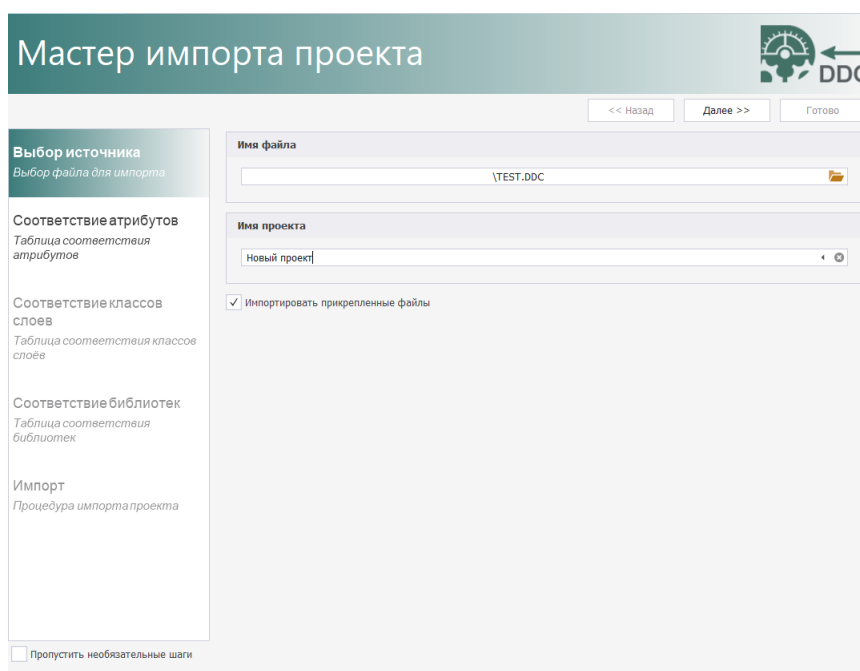

Рис. 57 Ввод имени проекта
5. Введите название для импортируемого проекта и нажмите «Далее», Рис. 57.